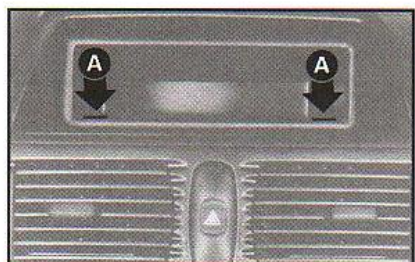

fig. 10
Nas versões que não possuem auto-rádio instalado originalmente de fábrica, este equipamento deverá ser montado na respectiva sede prevista para esta finalidade, a qual é removida fazendo pressão nas lingüetas de retenção indicadas pelas setas A na **fig. 10**.
- sede desmontável para o auto-rádio no painel do veículo **fig. 10**;